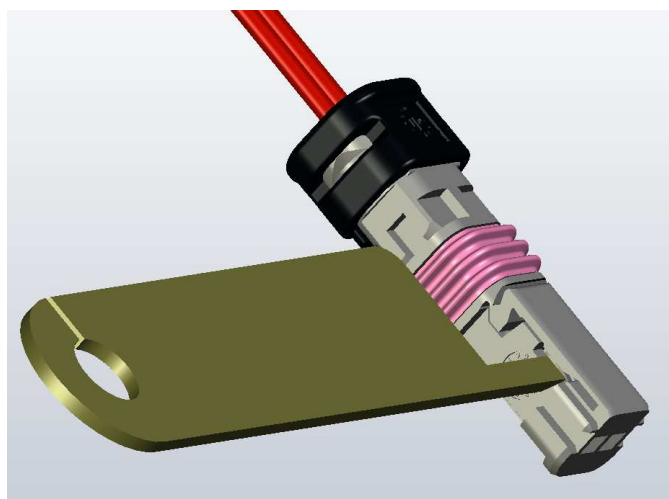

Fig.5
*OPEN THE SECONDARY LOCKING. AT HOUSINGS WITH GATED SECONDARY LOCKING THIS IS DONE BY SIDEWISE OPENING AS SHOWN IN FIG.5. THIS CAN BE DONE WITH A SMALL SCREWDRIVER (E.G. ACC. TO DIN5264-A 0.4x2 OR SIMILAR) OR WITH THE EXTRACTION-TOOL TE 1355968-1.*
Die 2.Kontaktsicherung entriegeln. Bei Gehäusen mit angespritzter 2.Kontaktsicherung erfolgt dies durch seitliches Aufclipsen wie in Fig.5 dargestellt. Dies kann mit Hilfe eines kleinen Schraubendrehers (z.B. nach DIN5264-A 0.4x2 oder ähnlich) oder des Entriegelungswerkzeuges TE 1355968-1 erfolgen.